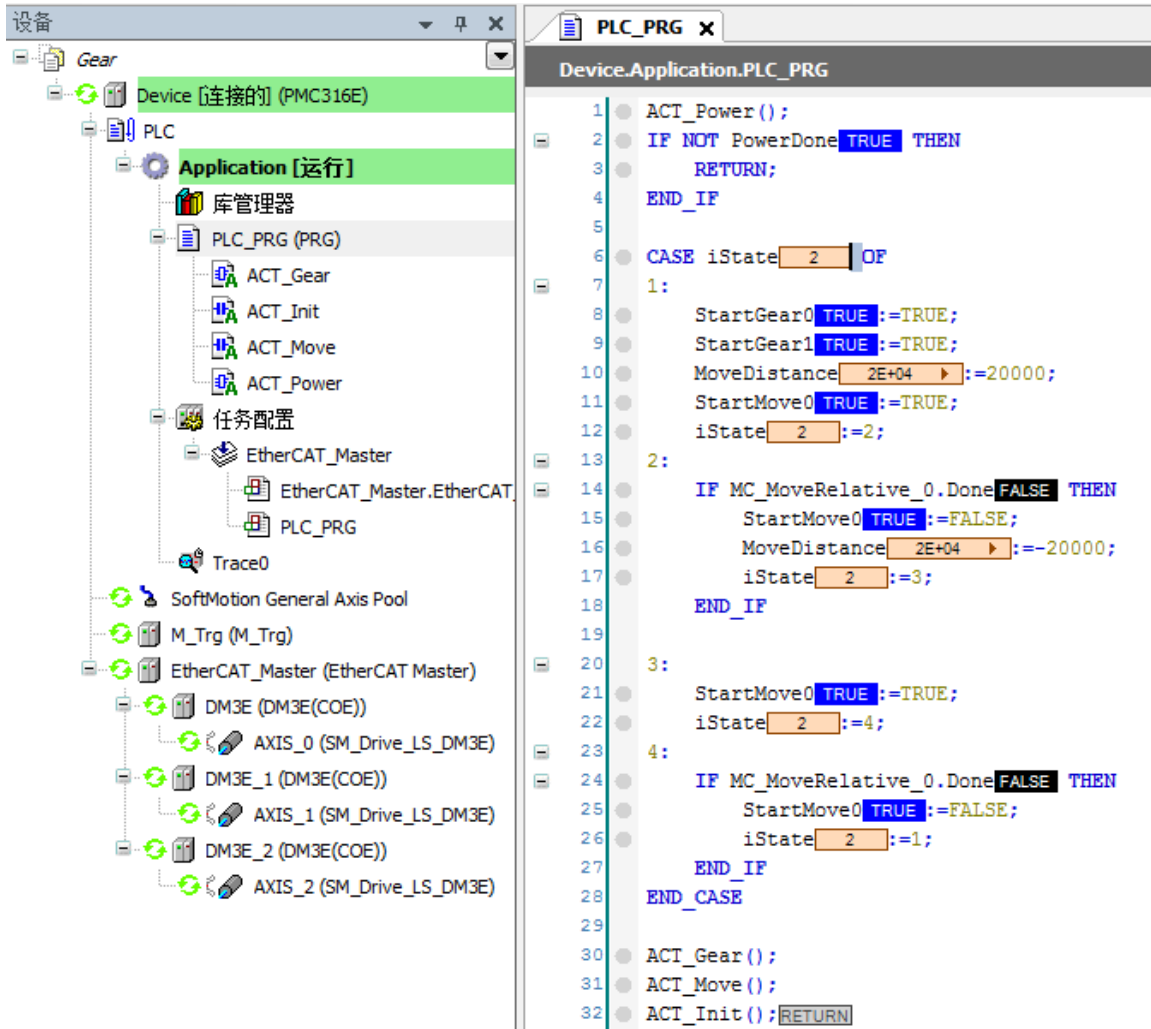

图 6.7 电子齿轮主程序
3) 在主程序中分别调用上述模块，并根据功能需求加入设置主轴循环正反转的功能程序，如图 6.7 所示；
4) 程序完成编程后，编译、下载到控制器中执行，并将 iState 的值强制为 1 启动整个电子齿轮运动，程序运行结果如图 6.7、6.8 所示。